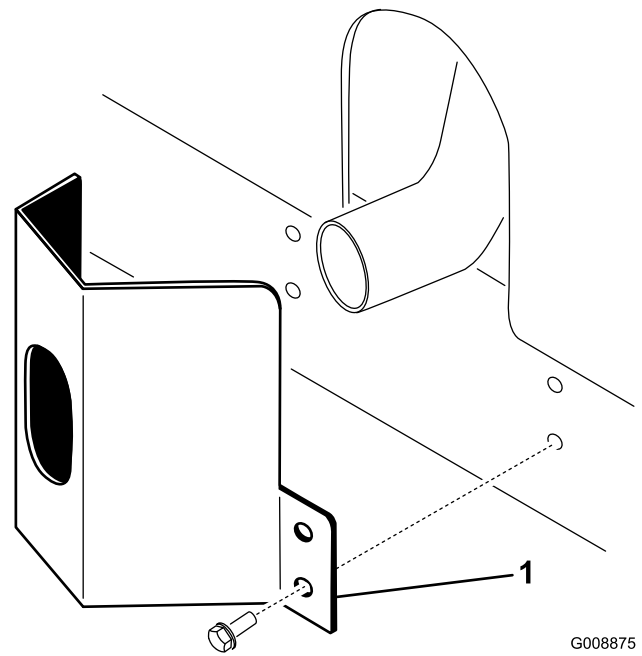

Bild 11
2. Befestigen Sie das Auspuffschutzblech mit vier Blechschrauben am Rahmen (Bild 11).
1. Positionieren Sie das Auspuffschutzblech um den Schalldämpfer, während Sie gleichzeitig die Befestigungslöcher auf die im Rahmen abstimmen (Bild 11).